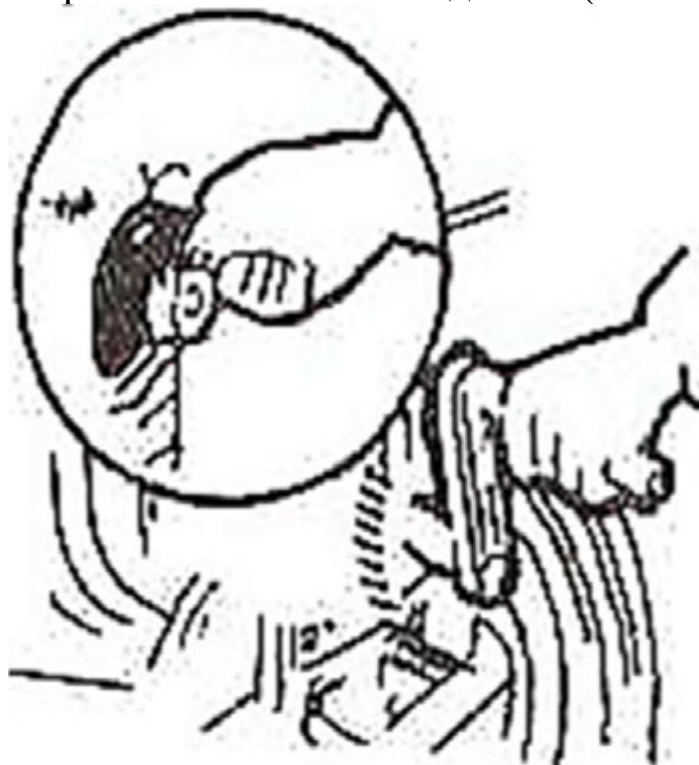

Рис. 3-9. Положение «декомпрессия»
- 2) Рукоять декомпрессора установить в положение «Декомпрессия» (см. рис. 3-9), рычаг управления подачей топлива - в положение «Закрыто», коленчатый вал повернуть на несколько оборотов рукояткой.